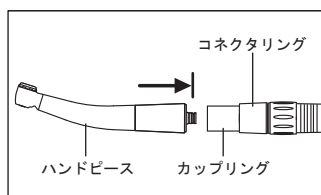

図2
- 1 ハンドピースをカップリングに真っ直ぐ挿し込みます（図2）。